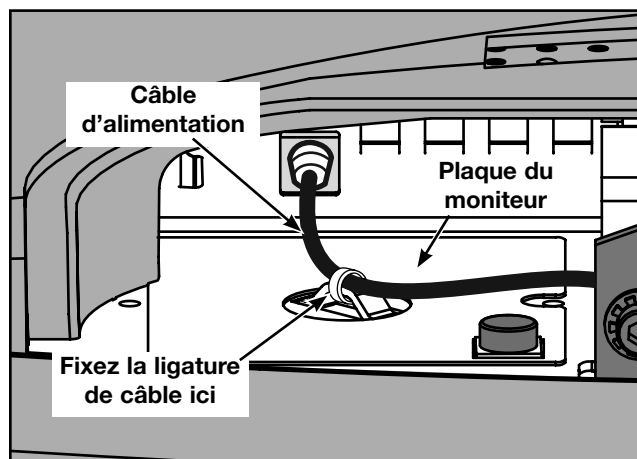

Figure 20
- G. Fixez le câble d'alimentation à la plaque du moniteur à l'aide de la ligature de câble (G). Voir figure 20.